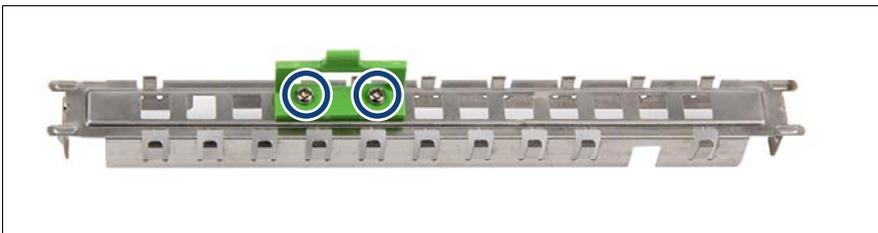

図 140: ODD ラッチの取り外し
- ▶ 2本のネジで ODD ラッチを ODD フィラーカバーに固定します（図 140 を参照）。